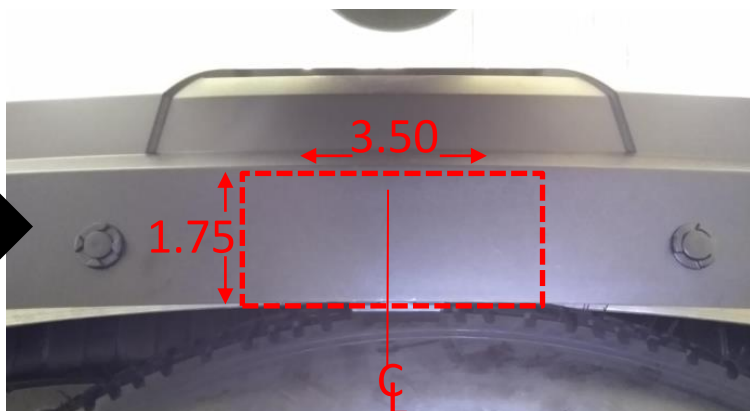

Figure 2
2. Abaisser l'échappement – À l'aide d'une pince pour échappement et d'eau savonneuse, retirer trois (3) supports d'échappement. L'un (1) se situe à l'extrémité de l'échappement et l'autre (2) près du milieu du véhicule. S'assurer de supporter l'échappement avant d'enlever les supports en caoutchouc. Appliquer de l'eau savonneuse au besoin.
3. Découper le carénage – À l'aide d'un ruban à mesurer, d'un marqueur et d'un couteau utilitaire, mesurer, marquer et découper le carénage inférieur comme illustré à la **Figure 2**.